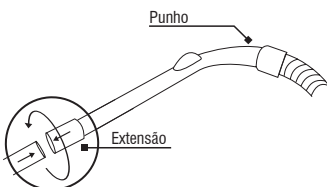

Fig. 6 – Conectando o punho no tubo extensor
- Conecte o punho no tubo extensor e, em seguida, gire para finalizar a conexão, conforme mostra a Fig.6;